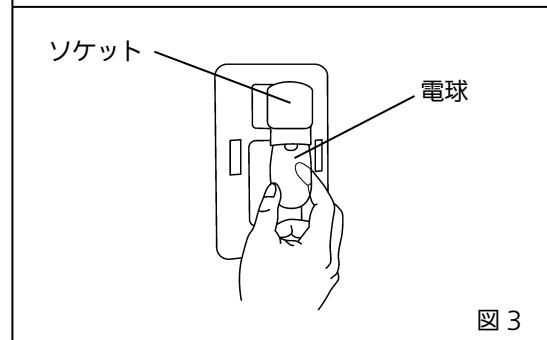

図 3
4. 電球を反時計方向に回しながら、ソケットから外してください [図 3]。